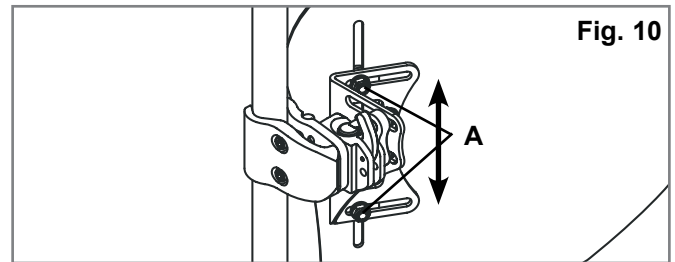
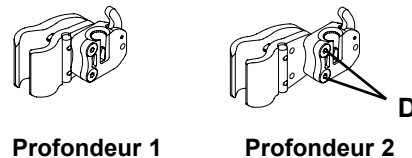

Fig. 11 Fixation standard - 2 réglages de profondeur
Fig. 12 Fixation rallongée (réglable)
2. Réglage de la profondeur et de l'angle d'inclinaison (Figs. Depth/Angle Adjustment (Figs. 11, 12, 13 et 14)
Veuillez noter qu'il existe deux types de fixation : la fixation standard (Fig. 11) et la fixation escamotable plus longue (Fig. 12). Les deux types se règlent de la même façon, la différence étant que la fixation standard permet un réglage de profondeur allant jusqu'à 5 cm (Fig. 11), tandis que la fixation escamotable (réglable) permet un réglage de profondeur allant jusqu'à 8,65 cm (Fig. 12).
- Si la profondeur n'est pas suffisante, retirez le dossier des fixations. Retirez les vis (Fig. 11-D, 12-D) des fixations à l'aide de la clé hexagonale de 4 mm fournie, puis réglez à la profondeur désirée. Remarque : avant de remettre les vis en place, il est fortement recommandé d'appliquer un adhésif frein-filet moyennement puissant, comme du Loctite 243, sur les fixations et le filetage des vis. Serrez les vis au couple de 2,8 - 4 Nm.